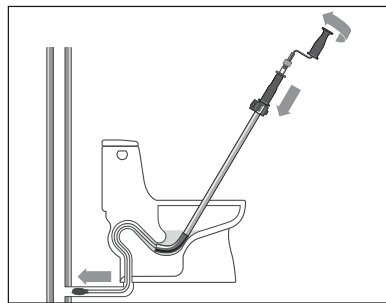

Figure 6 – Utilisation du tourniquet
- Faites tourner le câble en sens horaire tout en faisant avancer la manivelle ou la perceuse vers le guide-câble afin d'introduire le câble dans la conduite (Figure 6). Pour franchir les siphons et autres coudes serrés :